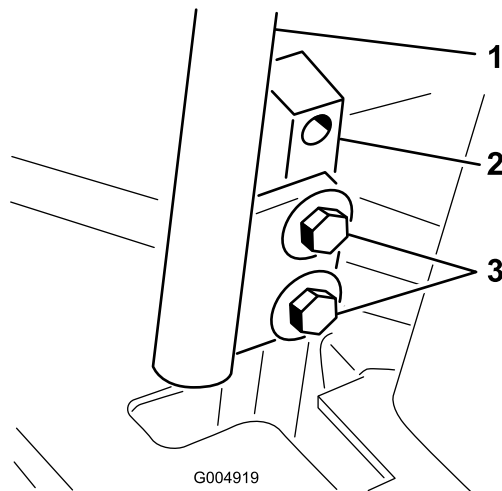

Figura 58
3. Solte os parafusos que prendem as alavancas de controlo (Figura 58)